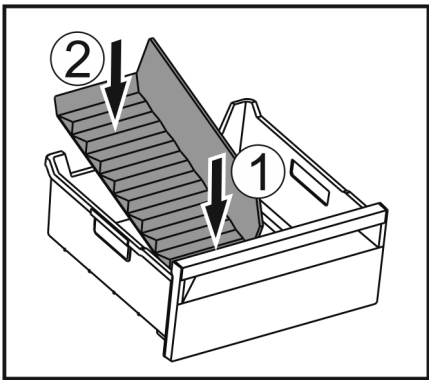

Fig. 191
- 装入冰格分隔器前部。 Fig. 191 (1)
- 将冰格分隔器后部放低至抽屉底板。 Fig. 191 (2)